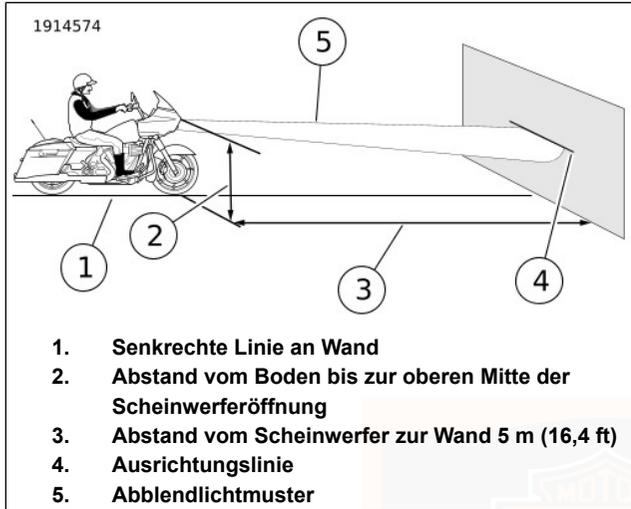
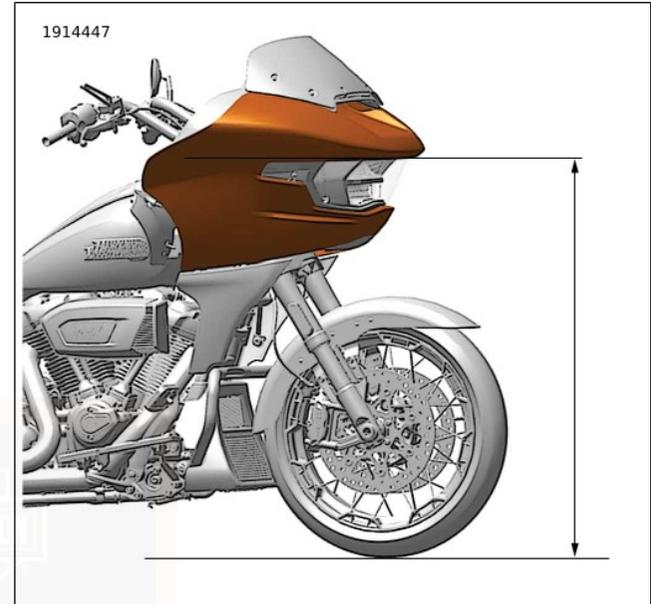

Abbildung 123. Rahmenmontierte Verkleidung: Scheinwerferausrichtung
Abbildung 124. Rahmenmontierte Verkleidung: Vom Boden bis zur oberen Mitte der Scheinwerferöffnung
- b. Siehe Abbildung 123 und Abbildung 124.
- b. Siehe Abbildung 123. Die Einstellschraube im oder gegen den Uhrzeigersinn drehen, um das Abblendlichtmuster (5) des Scheinwerfers nach oben oder unten zu verstellen, bis der obere Teil des Lichtstrahls auf die Ausrichtungslinie (4) trifft.